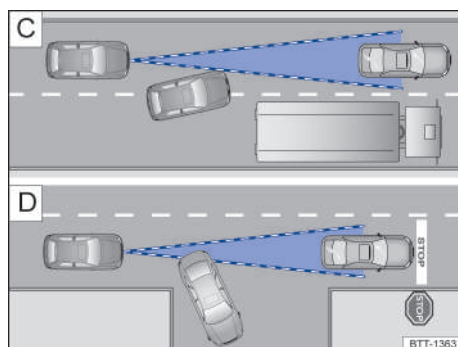

Fig. 109 [C] Cambio de carril. [D] Vehículo girando o parado.
Por ejemplo, si un vehículo detectado por el ACC gira o cambia de carril, y si hay un vehículo parado frente a este vehículo, el ACC no reaccionará al vehículo parado → [fig. 109 \[D\]](#).
- Vehículos que cambian al carril donde usted está a poca distancia del vehículo → [fig. 109 \[C\]](#).